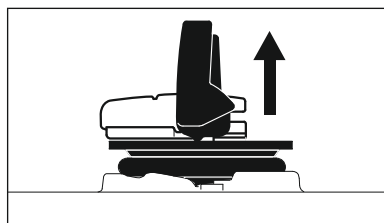

Рис. 43
- Снять крышку топливного бака (рис. 43).